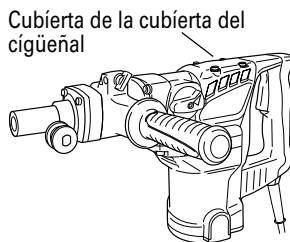

Fig. 18
- (1) Quitar la cubierta del cigüeñal y limpiar la grasa interna. (Fig.18)
- (2) Aplicar 2.0 oz (60 g) de grasa para martillo eléctrico metabo HPT tipo A (accesorio opcionales, contenida en tubo) en el cárter.
- (3) Luego de rellenar de grasa, instalar la cubierta del cigüeñal firmemente.